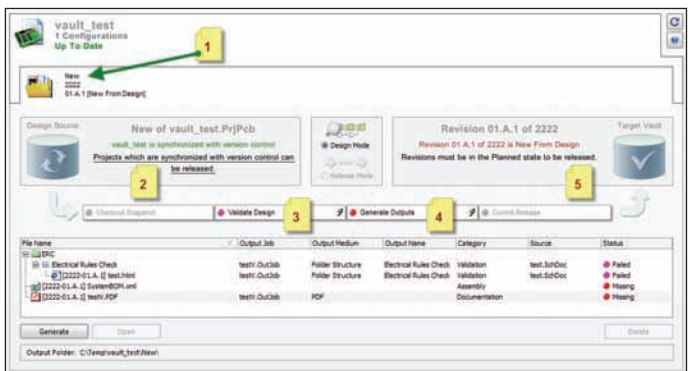

Рис. 4. Процесс сдачи проекта в хранилище Vault
При регистрации проекта в Vault он имеет определенный статус *Planned*, который будет изменяться в рамках жизненного цикла проекта. Конечным статусом проекта должен быть статус *Released*, то есть проект, сданный в хранилище и прошедший необходимый набор проверок. Для выгрузки проекта в хранилище используется специальный режим работы с проектом *View* → *PCB Release View* (рис. 4).
- 3. Проверка проекта (Validate Design)**. На второй стадии происходит проверка всех правил, которые ранее были предварительно настроены в файле *OUTJOB* и указаны в главных настройках [1]. К таким правилам относятся проверка схемы (Electrical Rule Check – ERC), проверка платы (Design Rule Check – DRC), проверка синхронизации между платой и схемой, а также проверка посадочных мест. Если хотя бы один пункт проверки завершается неудачей, дальнейший процесс невозможен. Например, на рис. 4 не прошла проверка ERC, поэтому передача проекта в хранилище была остановлена.